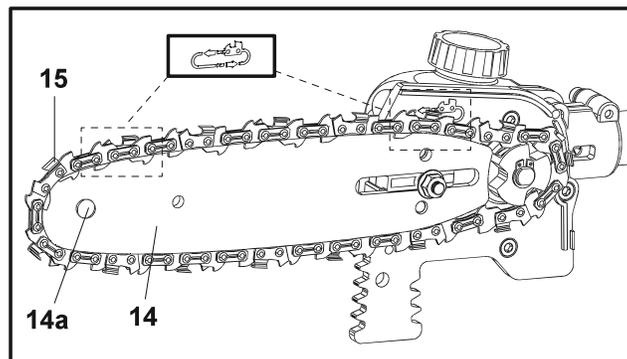

Fig. 11
7. O sentido da corrente é o indicado pela seta. Certifique-se de que a corrente (15) está corretamente colocada sobre a roda dentada (14a) da guia (14) (Fig. 11).